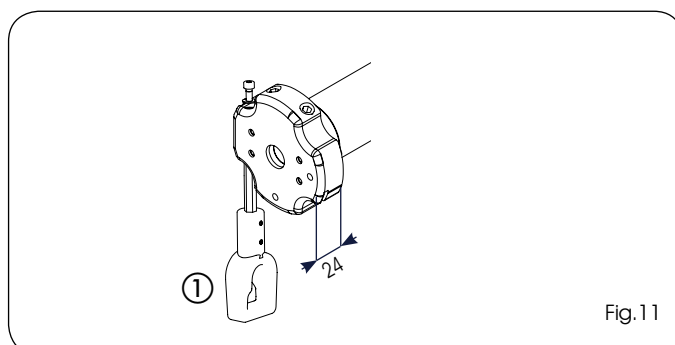

Fig.11
En caso de falta de corriente, introduzca la barra en la correspondiente argolla (Fig.11 ref.①) y gírela para abrir o cerrar la persiana